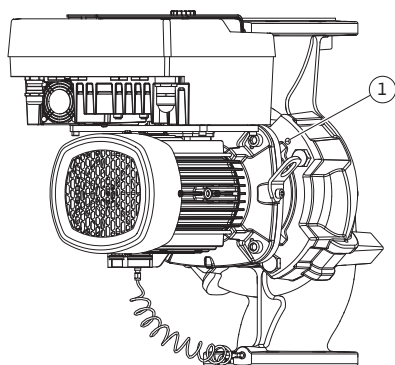

Fig. 11: Istiskivanje utičnoga kompleta putem provrta s navojem (DN 100...DN 125)
Za tip pumpe Fig. II i Fig. III (DN 100...DN 125) za to upotrijebite dva provrta s navojem (Fig. 11, poz. 1). Upotrijebite prikladne, lokalno dostavljene vijke (npr. M10 x 25 mm).
5. Istisnite utični komplet (vidi Fig. 4) s kućišta pumpe. Za to upotrijebite dva provrta s navojem (vidi Fig. 11). Za odvajanje dosjeda u provrte s navojem uvrnite vijke M10 prikladne duljine.